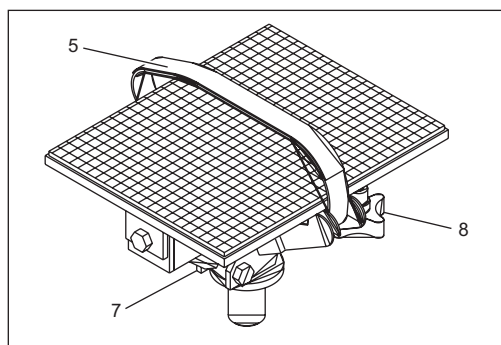

Fig. 9:
- Per regolarla, agire sul perno (Fig.9/7) con una chiave a forchetta per ottenere il giusto asse d'inclinazione.
- allentare la manopola corrispondente (Fig.9/8) e regolare quella opposta.